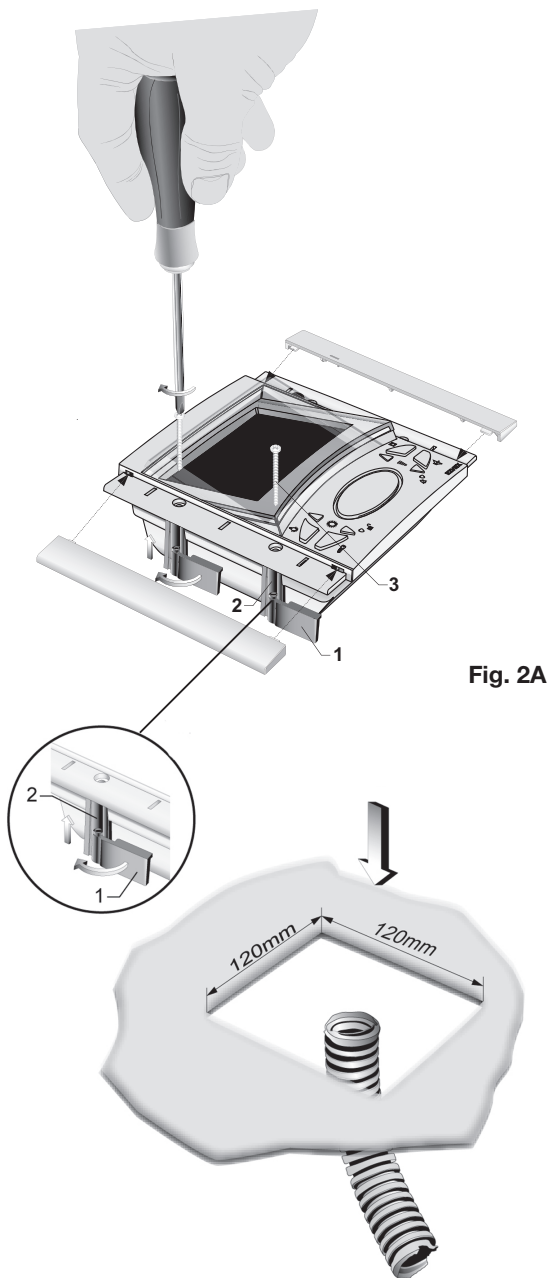

Fig. 2A
- Entornillando, los cursores deben alinearse ortogonalmente al monitor (ver part.1, Fig. 2A).